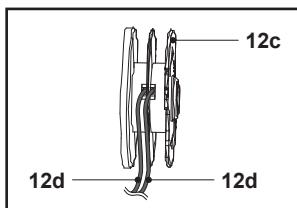

Fig. 25
5. Insira uma extremidade dos novos fios do aparador (12d) através do pequeno olhal na bobina do aparador (12c) na direção das setas (Fig. 25).